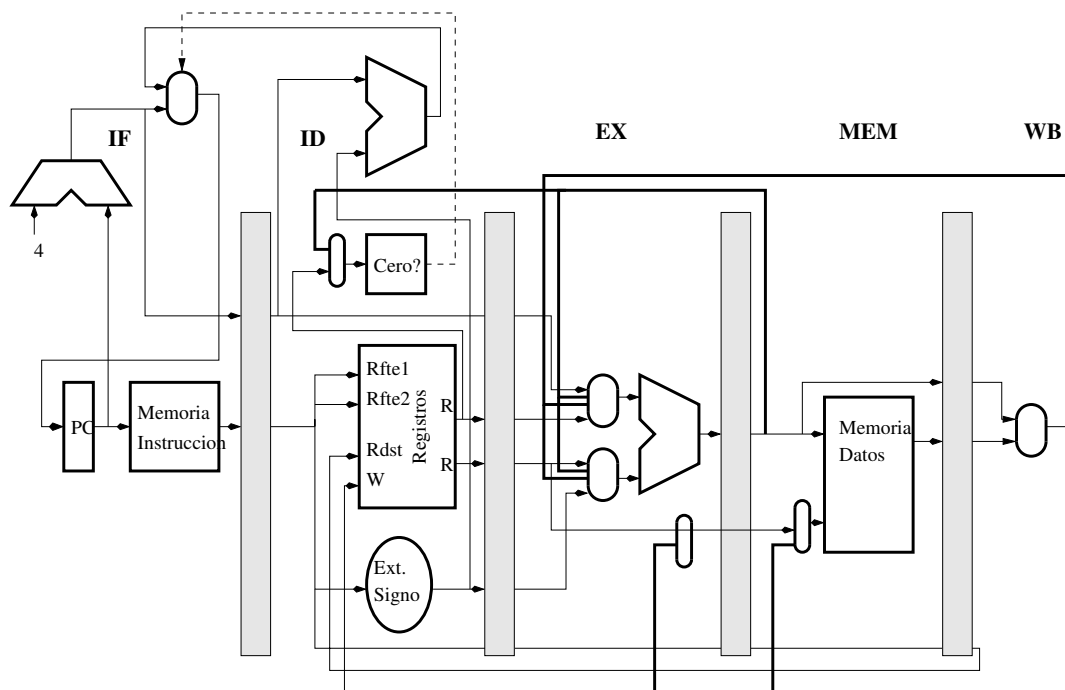

Figura 1: Pipeline de 5 etapas
Las restantes instrucciones se ejecutan utilizando el pipeline clásico de 5 etapas (IF,ID,EX,ME,WB). Los riesgos de datos se resuelven con cortocircuitos e insertando ciclos de parada cuando es necesario y los riesgos de control se resuelven mediante *predict-not-taken*. En la figura 1 se puede apreciar el detalle de como se resuelven los riesgos de control.
- Respecto al riesgo de control, y basándose en la figura 1, responda a las siguientes preguntas:
- b) Respecto al riesgo de control, y basandose en la figura 1, responda a las siguientes preguntas: